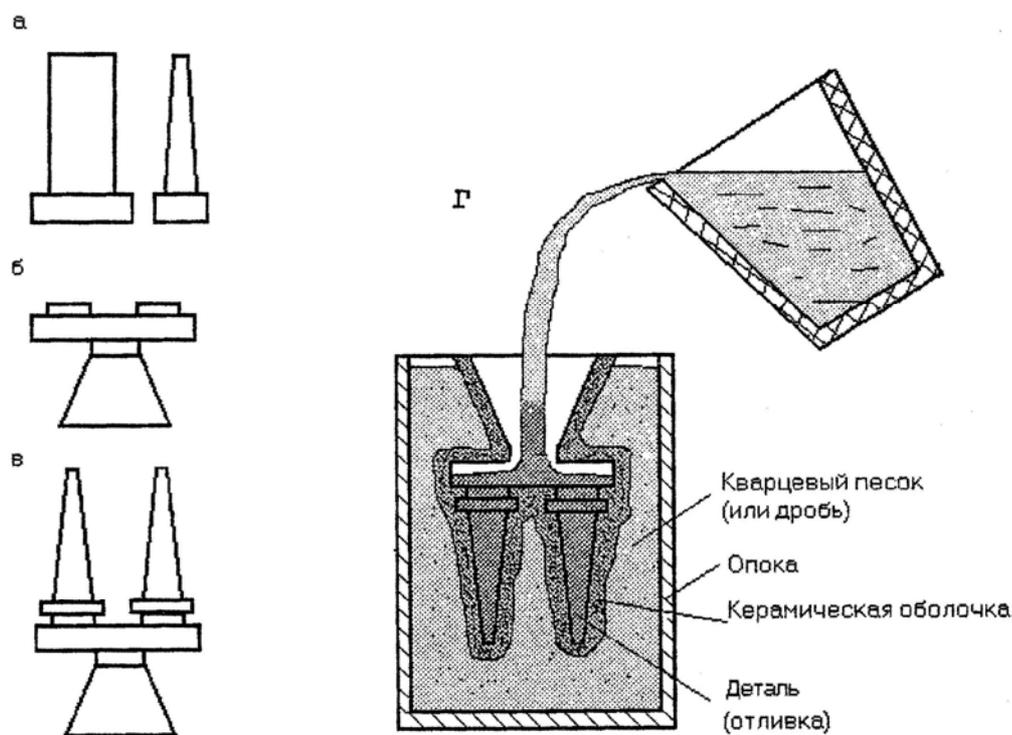

Рис. 2. Литьё по выплавляемым моделям :
- после затвердевания модельного сплава пресс-форма раскрывается и модель (рис. 2 а) выталкивается в холодную воду;
- из нескольких моделей деталей и литниковой системы (один или несколько элементов (рис. 2 б)) собирают блок (рис. 2 в) с общей литниковой системой (до 200 моделей);
- оболочки ставят вертикально в опоке, засыпают сухим кварцевым песком или дробью, прокаливают при температуре 900-950°C и, не охлаждая, заливают расплавленным металлом (рис. 2 г);